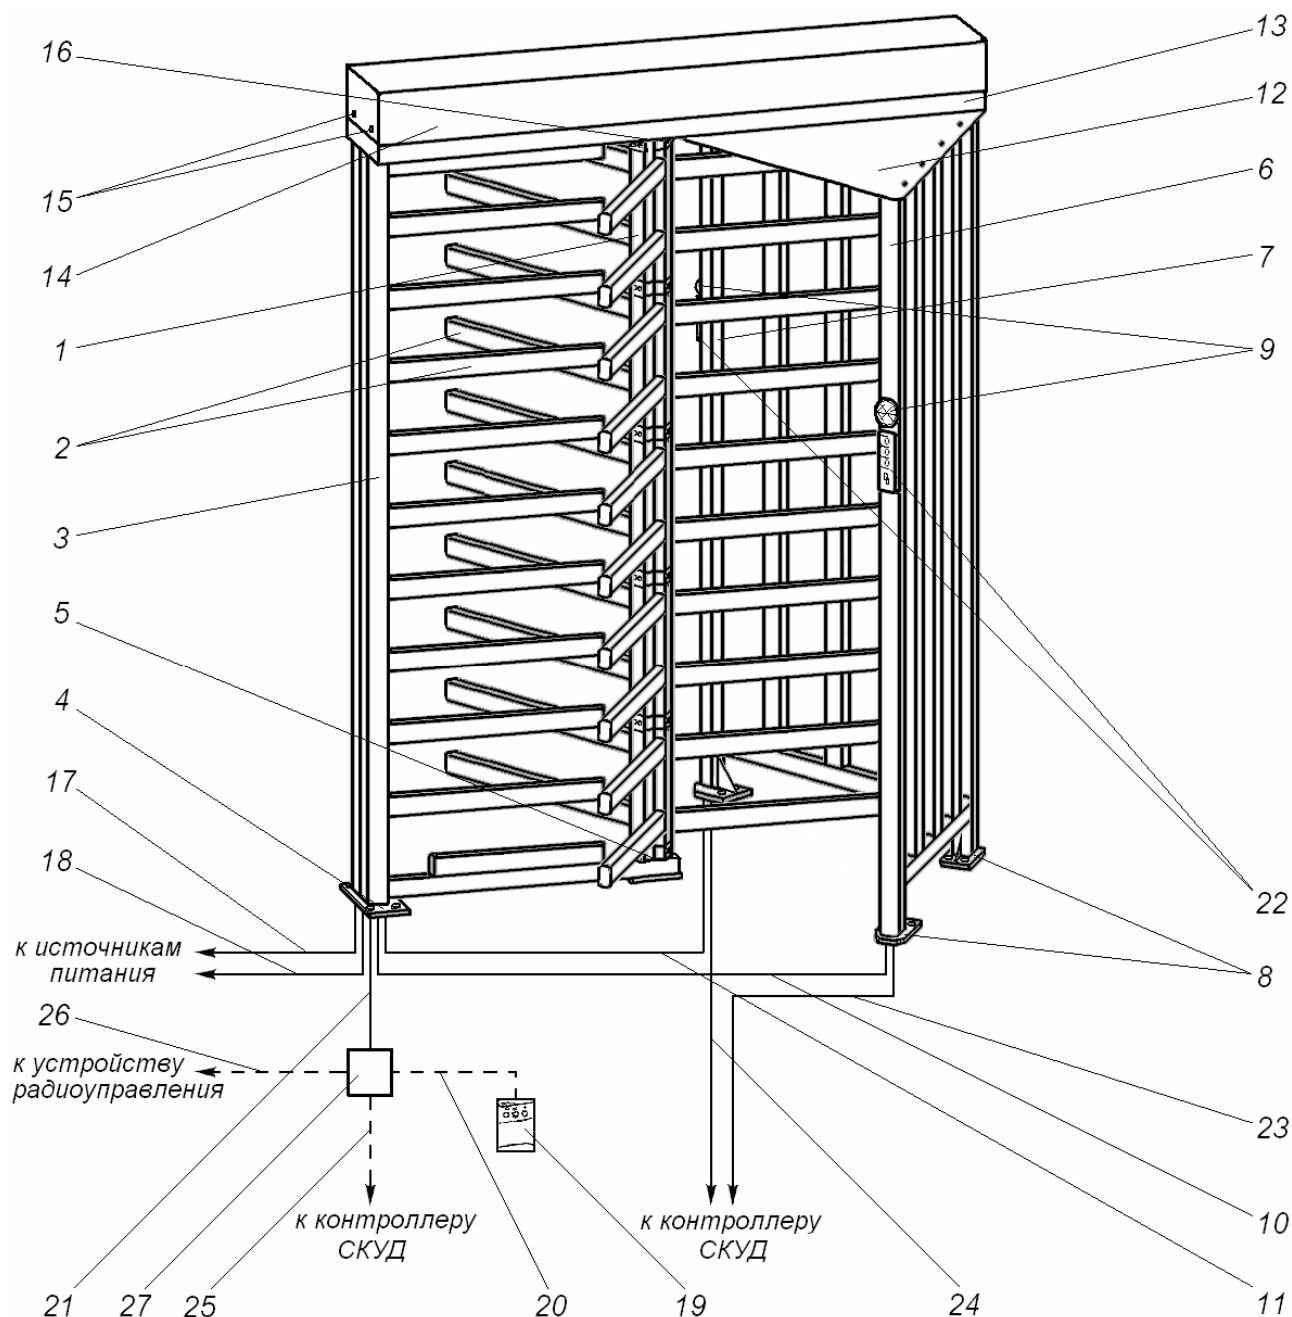
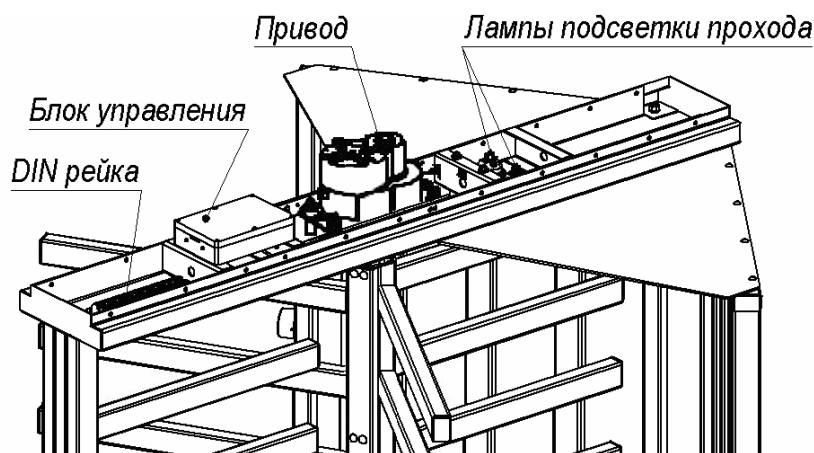

Рисунок 3 Устройство турникета
Рисунок 4 Вид балки привода (13) без кожуха (14) турникета PERCo-RTD-15.1
5.2.1 Устройство турникета показано на рис. 3. Номера позиций в *Руководстве* даны в соответствии с рис. 3. Габаритные размеры турникета показаны на рис. 1 и 2.
5.2.10 **Блок управления** выполнен в виде отдельного устройства в закрытом корпусе и осуществляет управление турникетом в соответствии с поступающими управляющими сигналами. Для удобства подключений все соединения блока управления выведены на DIN-рейку, расположенную внутри балки привода (см. рис. 4 и 5). Подводка всех кабелей к DIN-рейке осуществляется через нижнее отверстие в преграждающей стойке (3) со стороны фланца (4), далее вверх по стойке в балку привода (см. рис. 3, 4 и 5).
- В исходном состоянии турникета зону прохода перекрывает **одна створка без образования шлюза** (см. рис. 3 и 11); из этого состояния возможно задание стандартных режимов работы турникета без использования шлюза (**бесшлюзовых режимов**, см. таблицу 1).